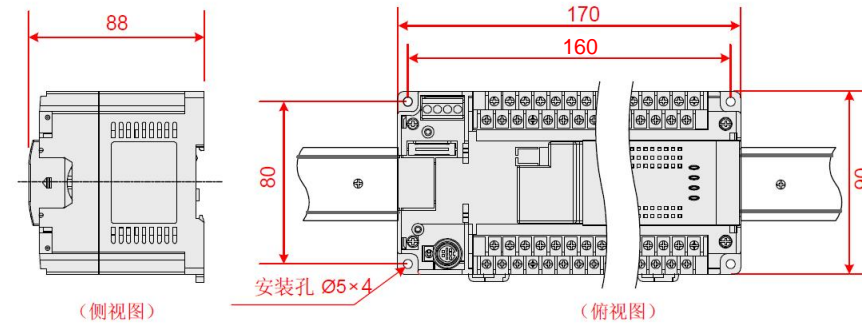

图2 控制器安装尺寸图(单位: mm)
- 2) 为防止机器内部温度过热, 请采用正常的壁挂方式安装, 如图2所示。要求上下留有300mm以上空间作为散热空间。